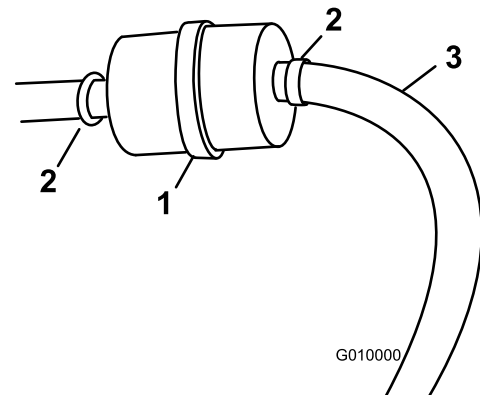

Figure 51
3. Desserrez les colliers de serrage et repoussez-les pour les éloigner du filtre (Figure 51).
5. Montez un nouveau filtre sur les flexibles et serrez les colliers (Figure 51).
3. Desserrez le collier de serrage au niveau du filtre à carburant et éloignez-le du filtre en le poussant le long de la conduite d'alimentation (Figure 51).
4. Débranchez les conduites d'alimentation du filtre à carburant (Figure 51).
Remarque: Laissez l'essence s'écouler dans un bidon ou un bac de vidange (Figure 51).
6. Rapprochez le collier de serrage du filtre pour fixer la conduite d'alimentation (Figure 51).